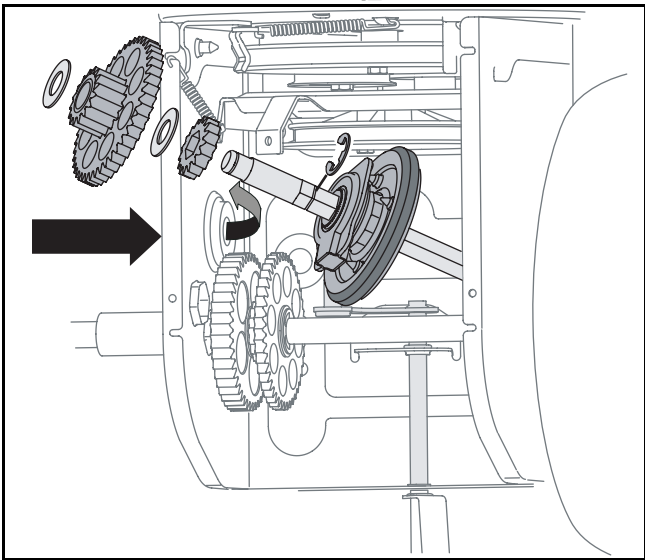

Figure 28
- Faites ensuite glisser l'arbre hex. vers le bas et la gauche tout en dégageant lentement les engrenages inférieurs des engrenages supérieurs sur l'essieu de la roue. Voir la Figure 28.